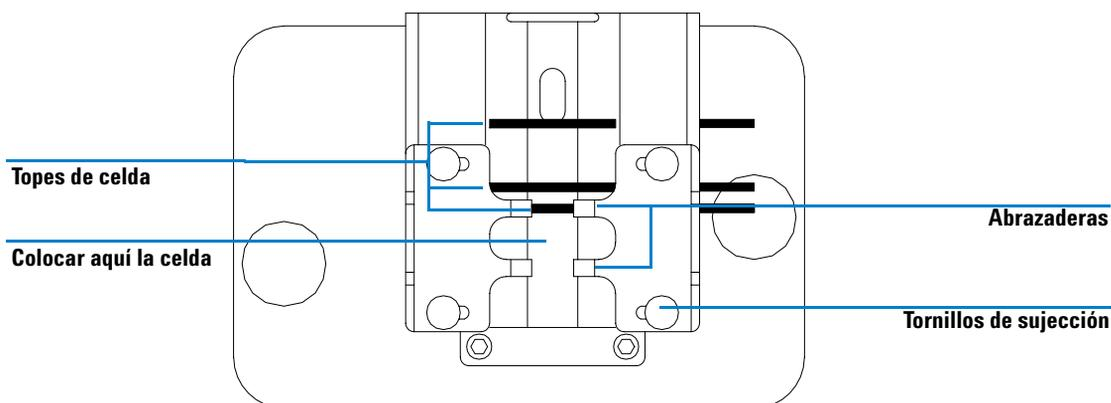

Figura 18 Colocar los topes de celda para una celda para muestras de 1 cm
- 2 Si la celda para la muestra no tiene una longitud estándar, colocar los topes como si fuera una celda de paso largo, es decir, mover todos los topes a la izquierda como indica la Figura 18.